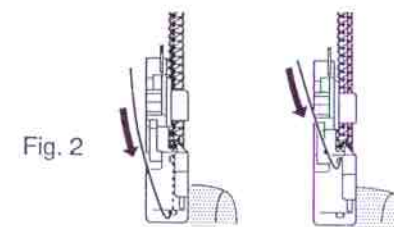

Fig. 2
POUR ASSEMBLER LES EPAULES OU LES MANCHES, passer le fil de renfort dans le trou avant du pied presseur, en s'assurant qu'il est placé entre les fils d'aiguilles gauche et droite pendant la couture. (Fig.2).
PARA UNIR HOMBRERAS O MANGAS pasar el cordón a través del agujero anterior asegurándose de que está fijado entre los hilos de las agujas derecha e izquierda cuando es guiado a través del agujero frontal (Fig. 2).
3. Inserire il cordone attraverso l'un o l'altro foro anteriore o posteriore (in accordo all'operazione vedere diagramma di fig. 2 e 3) nel piedino pressore e passarlo sotto e dietro il piedino.
PER UNIRE SPALLE O MANICHE passare il cordone attraverso il foro frontale, assicurandosi che esso sia fissato tra i fili dell'ago destro e sinistro mentre è guidato attraverso il foro frontale. (Fig. 2).
3. Steek het koordje door een van beide gaatjes in uw naaivoet, zoals afgebeeld op Fig. 2 en Fig. 3, en leg het koordje naar linksachter, onder de voet door.
OM DE SCHOUDERNAAD OF GEBREIDE STOFFEN te naaien, en de rek uit de naad te nemen, plaatst u het koordje in het voorste gaatje van de voet. Let op, dat het koordje wordt vastgenaaid door de 2 naalden. (Zie Fig. 2.)